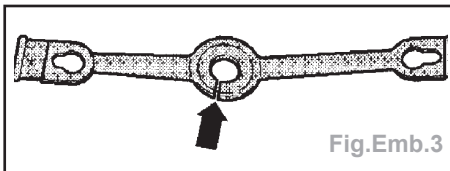

Fig.Emb.3
- A cet effet, il faut retirer si nécessaire avec précaution l'attache en coupant l'oeillet (flèche) (Fig.Emb.3).